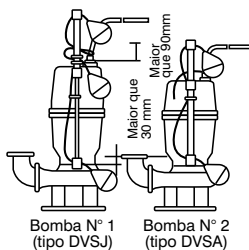

Fig. 4
(9) Os modelos DVSJ e DVSA serão submetidos a operação alternada automática quando estão operando em conjunto. Posicione as boias destas bombas de operação alternada automática como mostrado na Fig. 4. As bombas podem não operar corretamente se as boias estiverem com posicionamento incorreto. Consulte o manual de instruções do conector de descarga rápida para mais detalhes sobre a instalação de bombas assim equipadas.